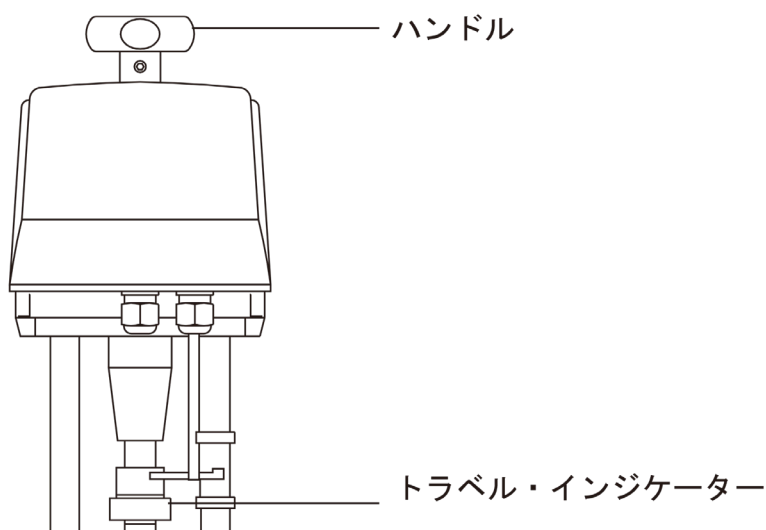

図 9
1. 電動式制御弁の場合アクチュエーターの上にあるマニュアル・ハンドルを使用して、アクチュエーターを支柱の側面にある 2 つのストローク指示計間で上下させます（図 9）。